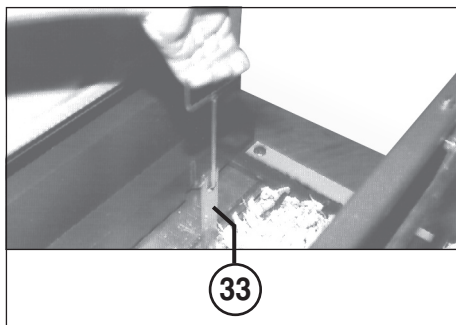

fig. 9
- A) Éjection avec ficelage dans le sac en plastique** (petits morceaux) (fig. 9, 10, 11, 12 et 13).
- B) Éjection avec ficelage sans sac en plastique** (grands morceaux) (fig. 9, 10 et 12).
FICELAGE DE LA BALLE (fig. 9, 10, 12, 16):
3. Tirer la bande vers le haut avec le lève-bande (33) et à l'aide du crochet fourni jusqu'à environ 40 cm au-dessus du vérin de compression (fig. 9).